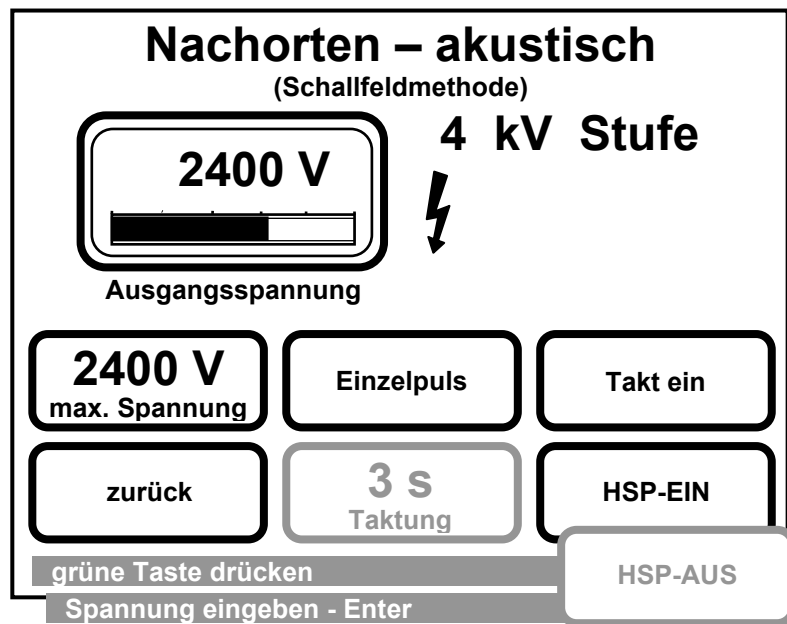

Abbildung 13 : Menü Nachorten-akustisch
3. Spannungsbereich vorwählen 2 / 4 kV. Erst dann erscheint das oben gezeigte Menü aus Abbildung 13 : Menü Nachorten-akustisch.